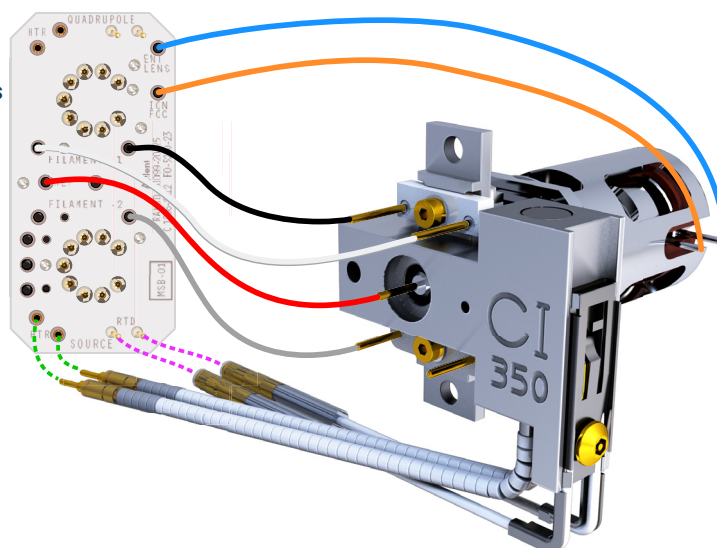

Figure 75. Câblage reliant la CSB et la source
- 1 Utiliser des brucelles ou une pince pour brancher ou débrancher les fils de la carte en céramique (rouge, blanc, noir et gris) au niveau des connecteurs de la source. (Voir **Figure 75**.)